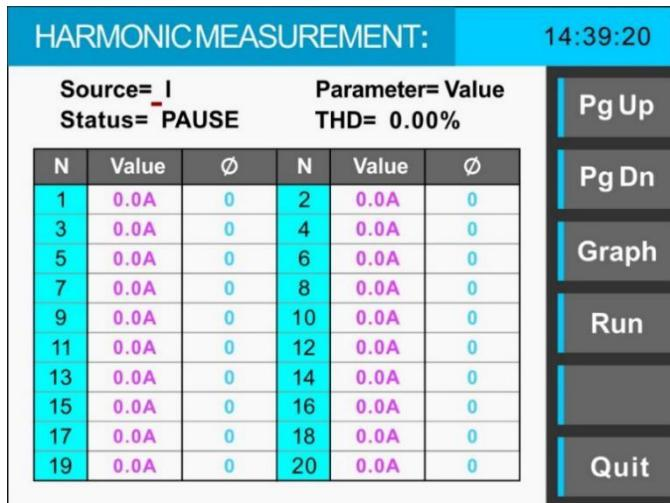

图3-17 谐波分析界面
通过前面板上的 **FUNC** 按键进入功能界面后，按下“Har”右侧的功能键即可进入谐波分析(Harmonic Measurement)的界面，如下图3-17所示：
- 1) 在已经输出的情况下，通过前面板上的 **FUNC** 按键进入功能界面^①。
- 2) 按下“Har”右侧的功能键即可进入谐波分析(Harmonic Measurement)的界面^②，如图3-17所示。通过旋钮选择所需要分析的对象:电流(Source=I)或者电压(Source=U)；设定谐波分量的显示方式：幅值(Parameter=Value)或者百分比(Parameter=Percent)。注意：更改后需按下 **ENTER** 键确保参数设定成功。
- 3) 按下“Run”右侧的功能键即可对电流或者电压波形进行谐波分析，此时“Run”会变为“Pause”。分析结果以步骤2)中设定的显示方式呈现于列表中，页面默认为1~20次谐波分析结果，按下“Pg Dn”右侧的功能键即可显示21~40次谐波分析结果，同时也可按下图3-17所示的“Graph”功能键将列表显示更改为柱状图显示方式。